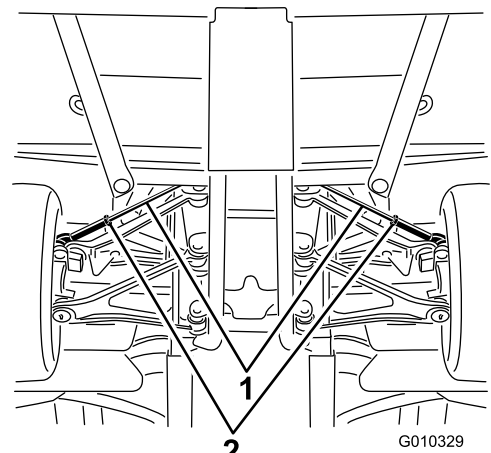

図 57
- A. タイロッドの中心についているジャムナットをゆるめる図 57。